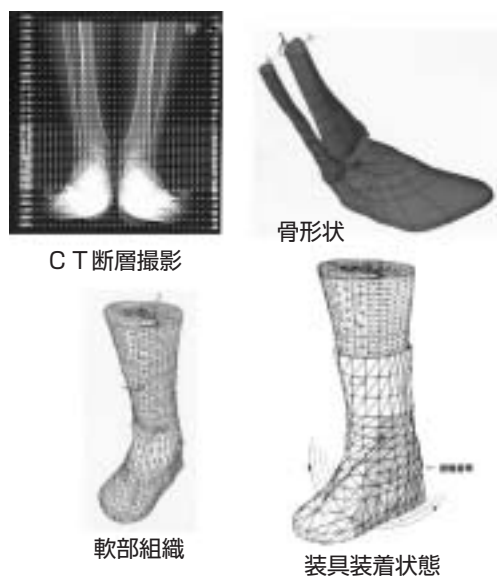

図3 足関節装具
(1)整形外科の疾患の治療では比較的早期から取組まれて来ました。図3は足首用関節装具へ適用事例です。先天的足関節障害、後天的スポーツ障害などで足首に障害が残る方のQOL(Quality of Life、生活の質)の向上を図るための装具です。障害者のCT断層撮影画像から脛骨、腓骨、踵骨等と軟部組織及び標準矯正装具をコンピュータ上でモデル化し、仮想的に足首を動かし、足と装具の干渉の具合から最適形状、機能付与をはかろうとするものです。